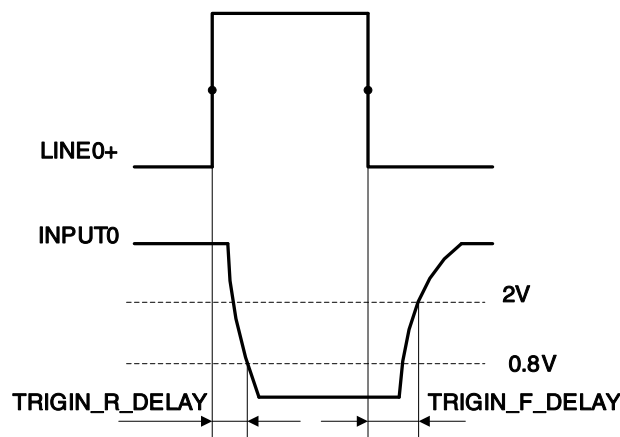

图 7-4 光耦隔离输入电路参数
- 上升沿总延时时间： $<50\mu\text{s}(0^{\circ}\text{C}\sim 45^{\circ}\text{C})$ ，参数说明见图 7-4
- 下降沿总延时时间： $<50\mu\text{s}(0^{\circ}\text{C}\sim 45^{\circ}\text{C})$ ，参数说明见图 7-4
- 输入上升沿延时：<math> < 2\mu\text{s} </math> (0°C~45°C)，参数说明见图 7-4
- 输入下降沿延时: $<2\mu\text{s}$ ($0^{\circ}\text{C}\sim 45^{\circ}\text{C}$)，参数说明见图 7-4